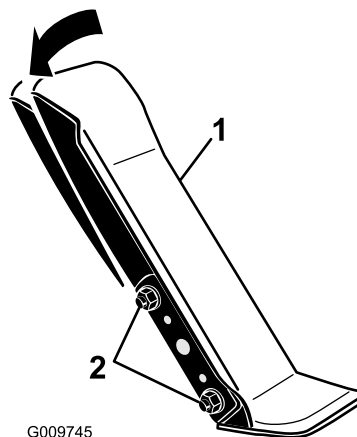

Figura 65
1. Afloje las 2 tuercas y pernos que fijan el lado izquierdo del pedal de tracción al soporte (Figura 65).
2. Ajuste el pedal al ángulo deseado y apriete las tuercas (Figura 65).